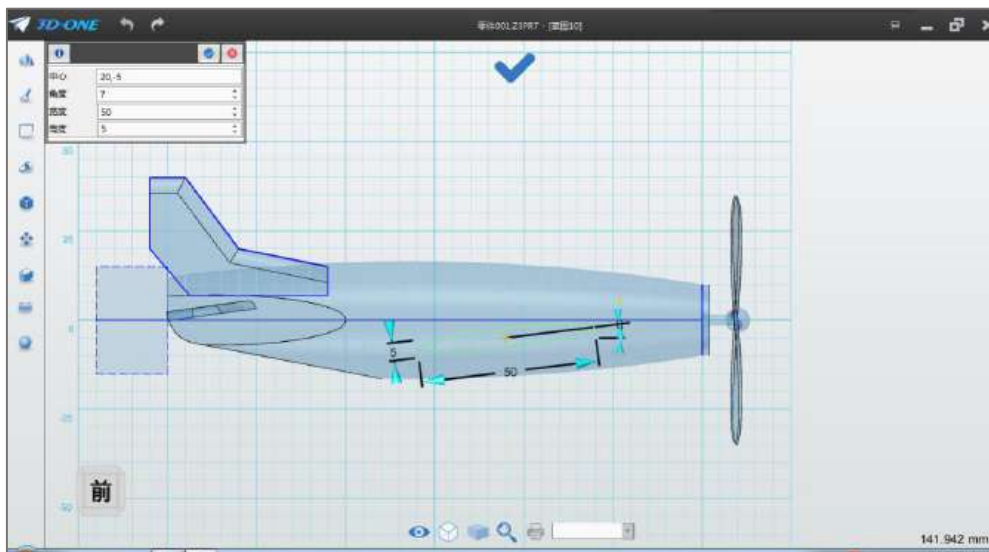

图 4-2
Step 2 将中心点位置设为 (20, -5), 角度设为 7, 宽度设为 50, 高度设为 5, 如下图 4-2 所示: